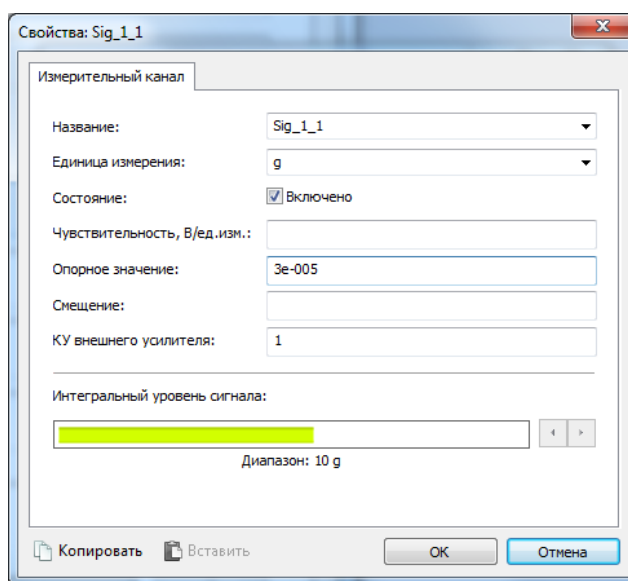

Рисунок 14
- в открывшемся окне «Свойства Sig_1_1» (Рисунок 14) в поле «Единица измерения» выбрать единицы измерения «g», в поле «Чувствительность» ввести значение, приведенное для параметра «Номинальная осевая чувствительность» из паспорта на